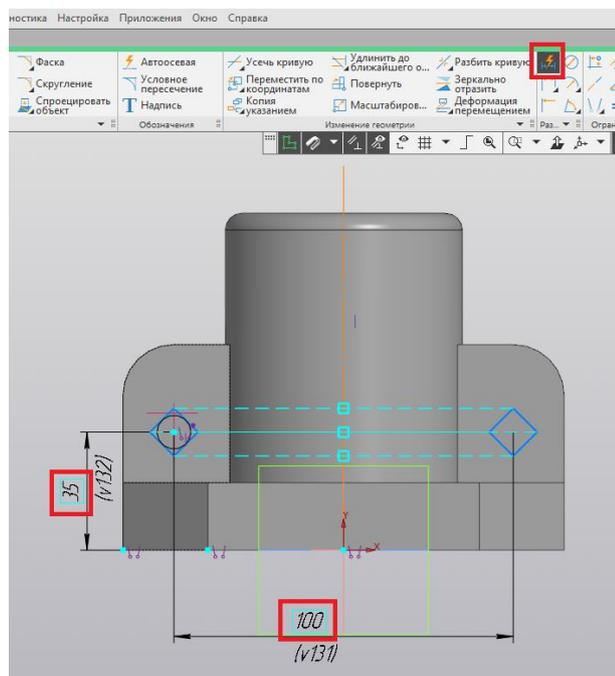

Рис. 104
32. Установим необходимые размеры при помощи команды «Авторазмер» (рис. 104).